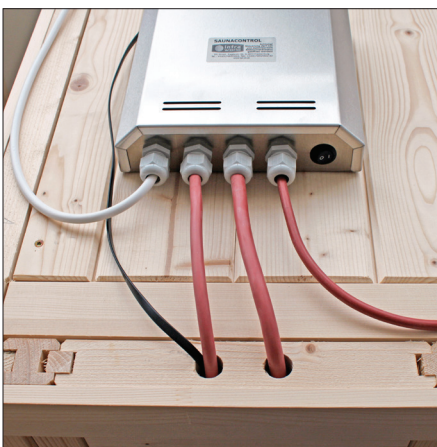

Abb. 4
- IV. Anschließend das schwarze Verbindungskabel mit einer Einzugshilfe durch das Bohrloch auf das Dach führen und mit dem Leistungsteil verbinden (Abb. 4).